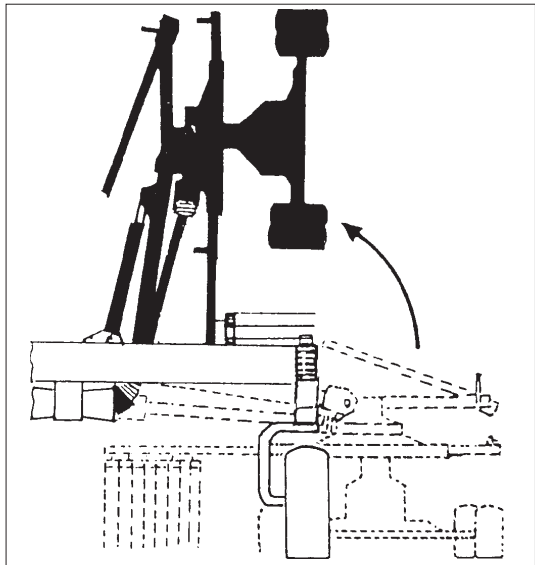
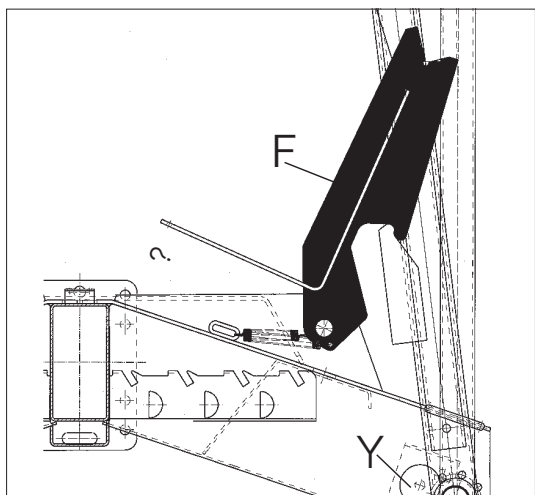

Рисунок 3-16
Рисунок 3-17
4. Поднять боковые машины с помощью гидравлики трактора (рисунок 3-16), при этом черным разблокировочным тросом освободить ограничители хода, пока сегменты на подъемных рычагах на зафиксируются в ограничителе хода (F) (рисунок 3-17) и полностью не втянутся оба тяговых цилиндра. После этого запорный кран гидравлической линии вновь закрыть (рисунок 3-4), чтобы при передвижении по дороге из-за случайной разблокировки ограничителей хода не опустились боковые машины